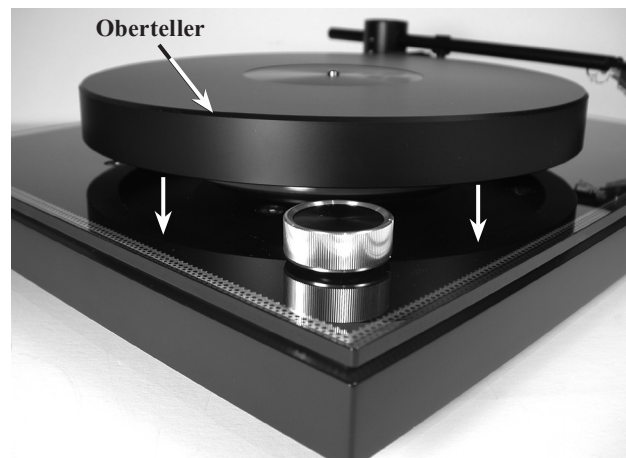

Abbildung 3
3. Als Nächstes nehmen Sie den Oberteller her und senken ihn langsam auf den Unterteller herab, wobei Sie beachten müssen, dass dieses Herabsenken des Obertellers planparallel zum Unterteller geschieht. Siehe Abbildung 3.